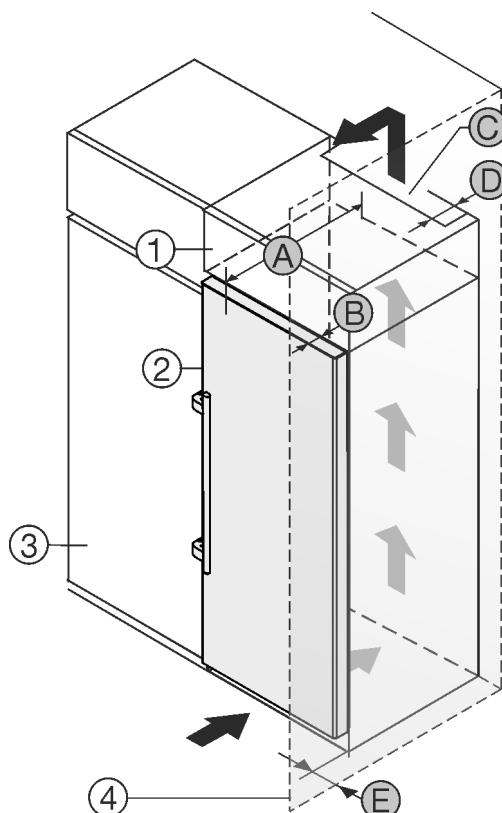

Fig. 1
Můžete přístroj nainstalovat přímo vedle kuchyňské skříňky Fig. 1 (3).
Na zadní straně nástavné skříňky musí být větrací šachta hluboká Fig. 1 (D) přes celou šířku nástavné skříňky.
Pod stropem místnosti musí být dodržen ventilační průřez Fig. 1 (C).
Když přístroj instalujete závěsy vedle stěny Fig. 1 (4), musí být vzdálenost mezi přístrojem a stěnou minimálně 57 mm. To odpovídá přesahu madla při otevřených dveřích.
Aby bylo možné dvířka plně otevřít, musí přístroj přesahovat o hloubku dvířek Fig. 1 (B) vůči přední linii kuchyňské skříňky. V závislosti na hloubce kuchyňských skřínek Fig. 1 (3) a použití vymezovačů odstupu od stěny může přístroj vyčnívat dále.